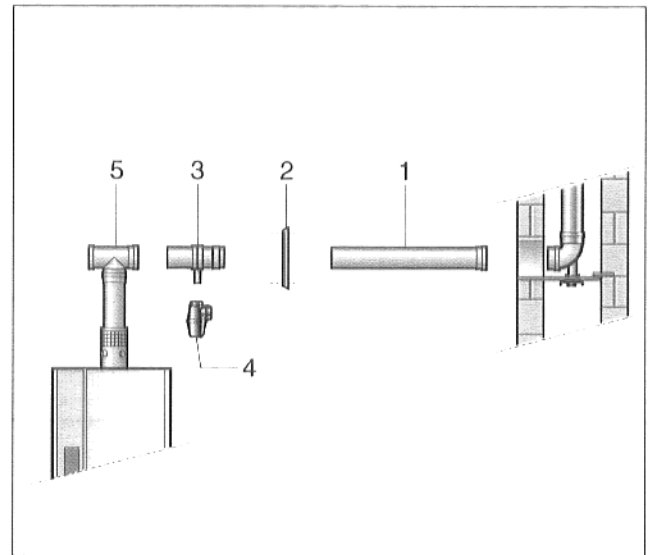

Abb. 18 Montage der Verbindung Kessel-Schornstein
- Rohr (Abb. 18, Pos. 1) mit Stützbogen verbinden.
- Abdeckplatte (Abb. 18, Pos. 2) über das Rohr schieben und anschrauben.
- Kondensatablauf und Siphon (Zubehör, Abb. 18, Pos. 3 u. 4) zusammenstecken und mit Revisions-T-Stück (Abb. 18, Pos. 5) verbinden.